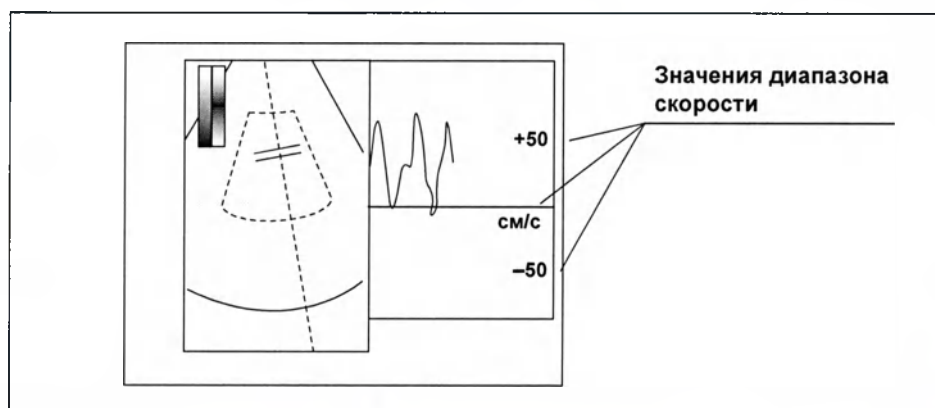

Рисунок 7.131
- 1 С каждым нажатием кнопки PW VEL RANGE + увеличиваются значения диапазона, отображаемые в окне исследования. (см. рис. 7.131)
- 2 С каждым нажатием кнопки PW VEL RANGE – уменьшаются значения диапазона, отображаемые в окне исследования. (см. рис. 7.131)